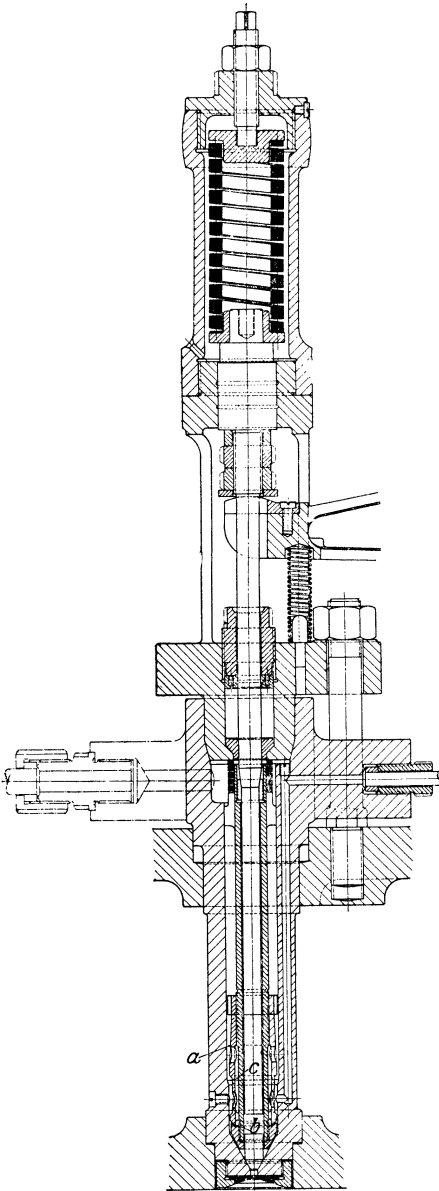

Fig. 18.
X. Brennstoffventil. (Fig. 18.)